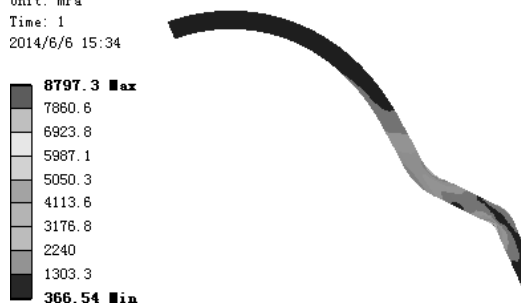

图 7.5.44 应力结果图解
(1) 求解分析。在顶部工具栏中单击 **Solve** 按钮求解分析。
(2) 查看应力结果图解。单击 **Solve** 按钮，在“Outline”窗口中选中 **Equivalent Stress**，查看图 7.5.44 所示的总应力结果，其最小应力为 366.54 MPa，其最大应力为 8797.3 MPa。